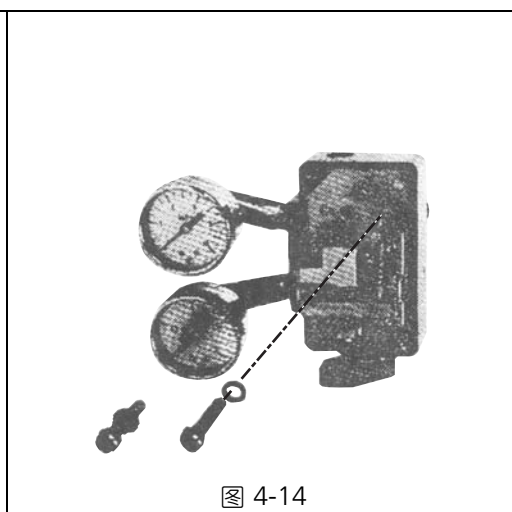

图 4-14
- (3) 用六角扳手（5 mm）松开内部的两个内六角螺栓（M6）。现在就可拆下阀门定位器。（参照图 4-14。）